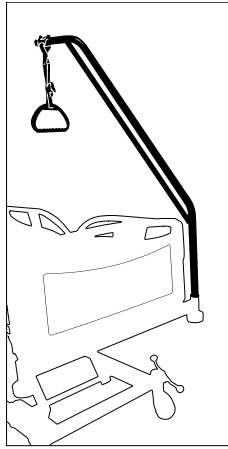

Figura 25 – Montarea stâlpului pentru ridicare
1. Introduceți stâlpul pentru ridicare într-unul din cele două manșoane auxiliare (Figura 25).